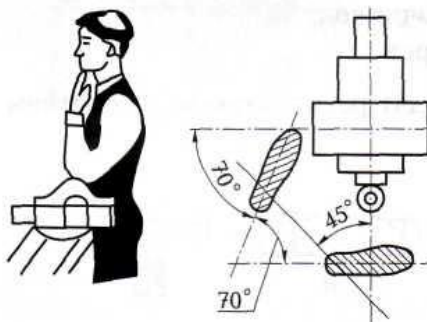

Рис. 1.2
14. Укажите, для выполнения каких работ тиски устанавливают так, как показано на рис. 1.2: